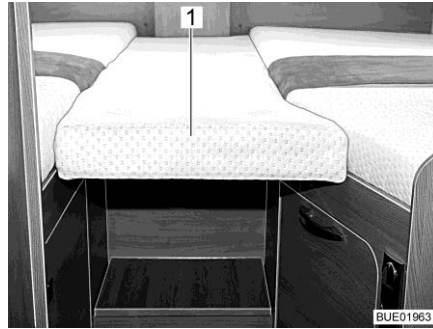
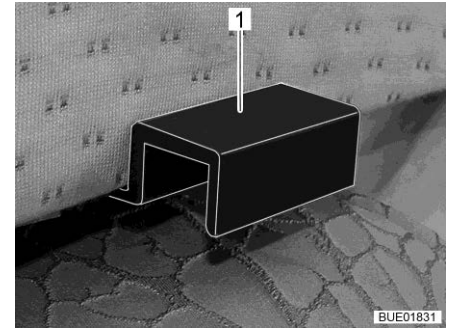

Fig. 152 Cuscino aggiuntivo
Fig. 153 Supporto cuscino aggiuntivo
- Agganciare il cuscino aggiuntivo (Fig. 152,1) con i supporti (Fig. 153,1) nei diaframmi del letto singolo, in modo che si formi una superficie utile chiusa.